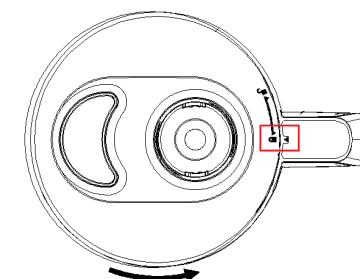

Рис.10
- Закройте чашу крышкой (13), совместив значок разблокировки со стрелкой на чаше, затем поверните крышку против часовой стрелки до щелчка. Значок блокировки должен соответствовать стрелке на чаше (Рис.10.)
- Установите моторный блок (4) на крышку чаши-процессора.
- При использовании насадки для нарезки кубиками и диска для насадки шинковки/терки помещайте продукты внутрь через отверстие для подачи продуктов (12) с помощью толкателя (11).
- Для включения нажмите и удерживайте кнопку Вкл/Выкл (2).